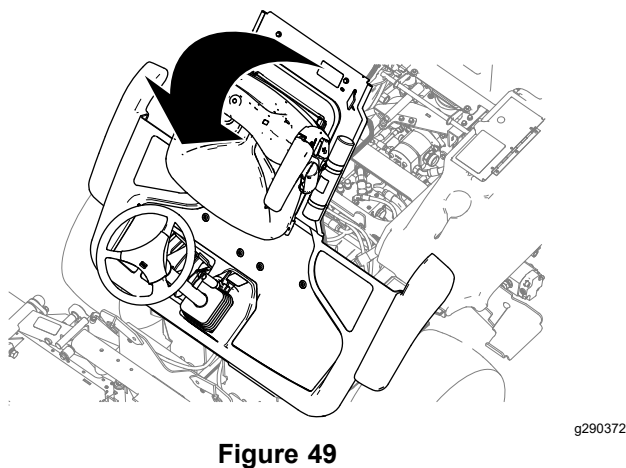

Figure 49
2. Relevez la plateforme (Figure 49).